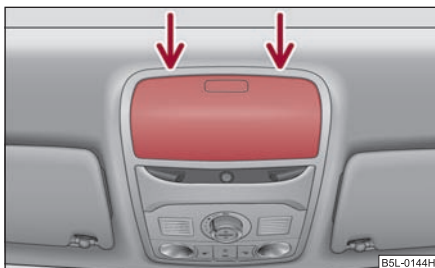

Fig. 52 Escotadura del revestimiento interior del techo:
- Aplicar con cuidado un destornillador con la hoja plana en el lado posterior de la cubierta para el motor eléctrico ⇒ fig. 52.